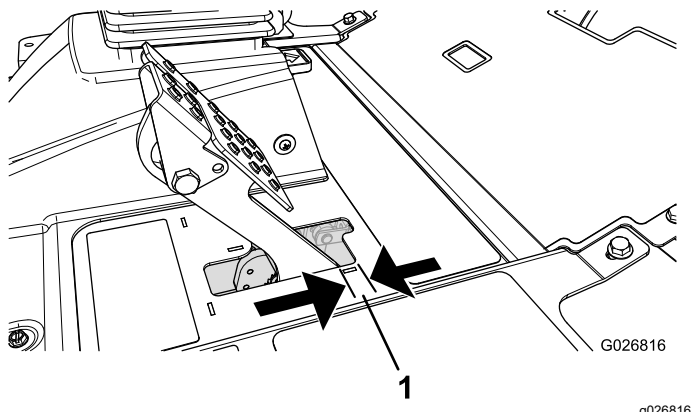

Рисунок 87
Тормоза необходимо отрегулировать, если свободный ход (Рисунок 87) педали тормоза превышает 2,5 см или требуется большее усилие нажатия для торможения. Свободный ход — это расстояние перемещения педали тормоза до ощущения тормозного сопротивления.
2. Затягивая заднюю гайку, переместите тросик назад так, чтобы свободный ход педалей тормоза составил от 0,63 до 1,27 см (Рисунок 87) до момента фиксации колес.